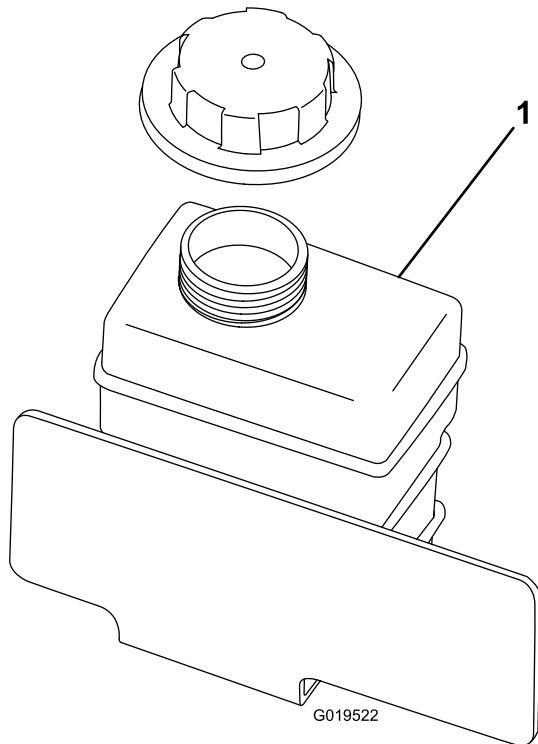

Bild 67
4. Prüfen Sie den Kühlmittelstand im Überlaufgefäß (Bild 67).